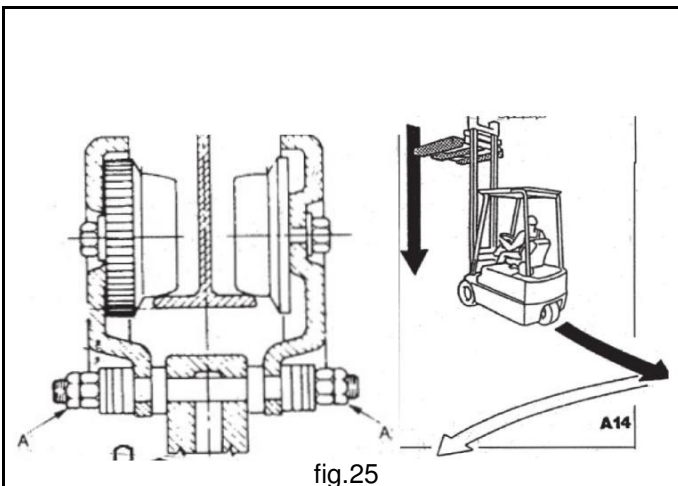

fig.25
- 5 Aplicar y apretar contra el lado externo de las tuercas los dispositivos antiaflojamiento palmuttem "A" suministrados.(fig.25)
- 6 Bajar el palé y alejar la carretilla elevadora.(fig.25)